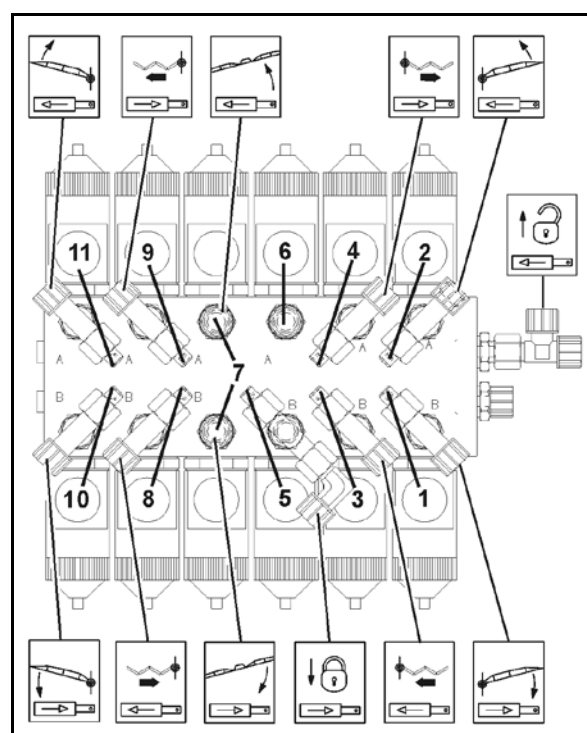

Fig. 180
Hvis dette ikke er tilfældet, skal der med frigjort svingningsudligning foretages en indstilling af den udklappede bom, ved hjælp af stempelstangen (Fig. 180/1) Stempelstangen fastgøres tilsvarende på bomsektionen.
1. Kontramøtrikken på indstillingsbolten (Fig. 180/1) løsnes.
1. Boltene Fig. 180/2) på lasken (Fig. 180/3) løsnes. Indstillingen sker direkte med plastkloen (Fig. 180/4) ved hjælp af langhullerne i lasken.
3. Boltene (Fig. 180/2) spændes.